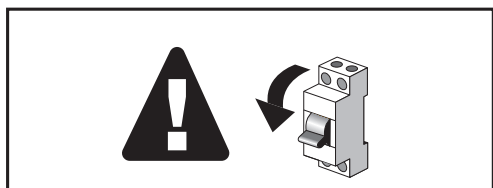

fig.1 Interrupteur principal
1. Couper l'alimentation électrique (fig. 1).